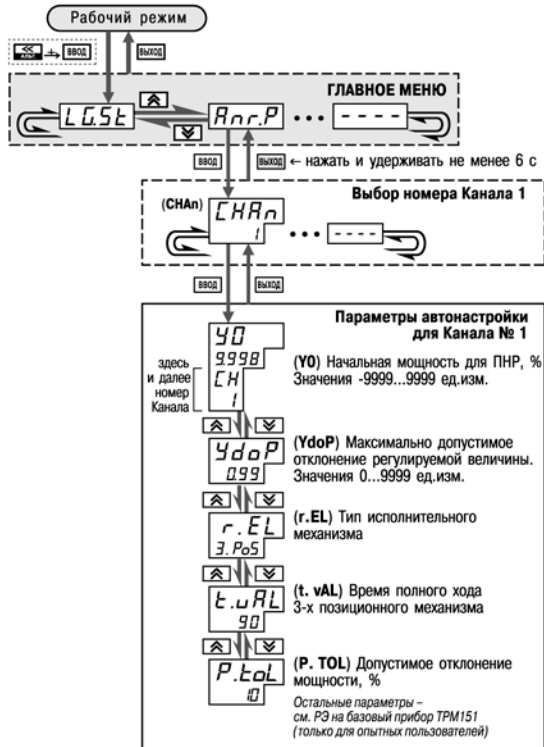

Рисунок 12.2 – Схема задания параметров Автонастройки с помощью кнопок на лицевой панели прибора
2. Установите в Конфигураторе (или с лицевой панели прибора, см. рисунок 12.2 значения параметров автонастройки **Y0** и **YdoP** для выбранного Канала регулирования.